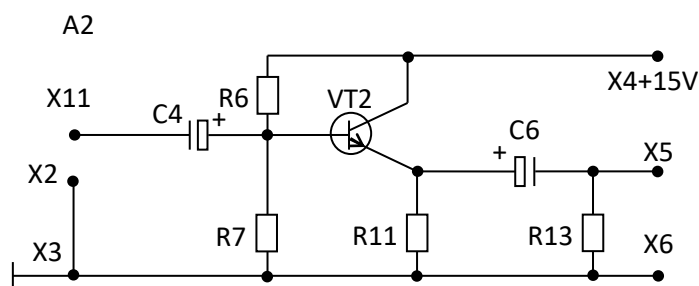

Рис. 2
4.1. Собрать схему А2 (рис.2). Включить схему, поставить тумблер в положение ВКЛ на блоке питания.